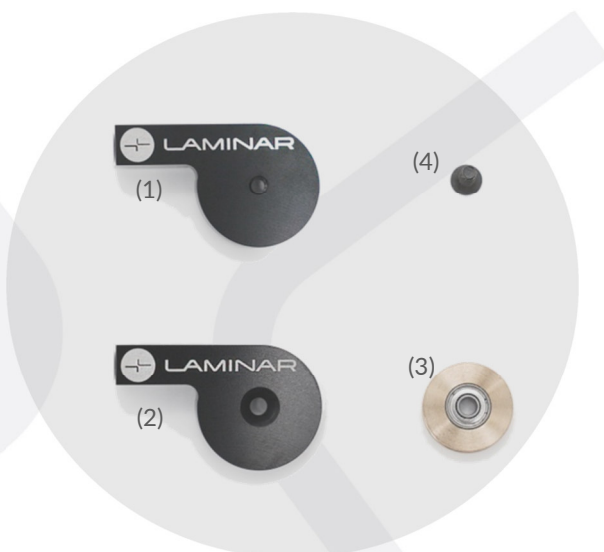

ABBILDUNG 3: BESTANDTEILE DER UMLENKROLLE
Die Umlenkrolle besteht aus insgesamt 4 Teilen, dem Unterteil (1) dem Lager (2), dem Oberteil (3) und der Schraube (4), siehe Abbildung 3.